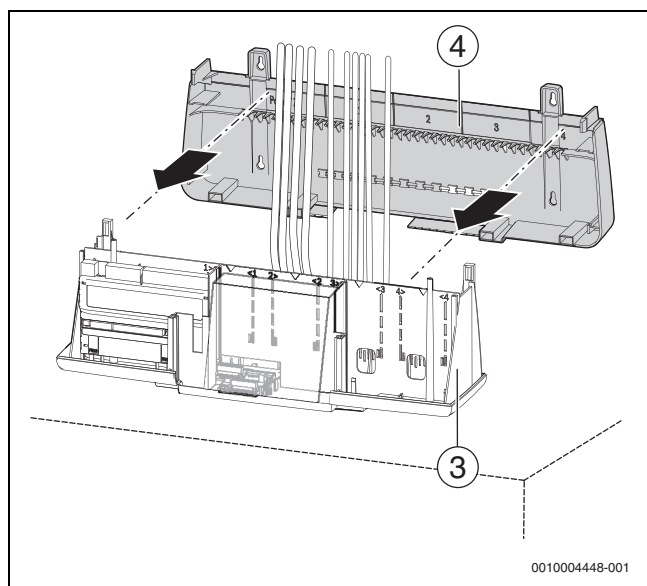

Рис. 33 Крепление задней стенки на нижней части корпуса
- ▶ Закрепите заднюю стенку (→ рис. 33, [4], стр. 32) на нижней части корпуса.